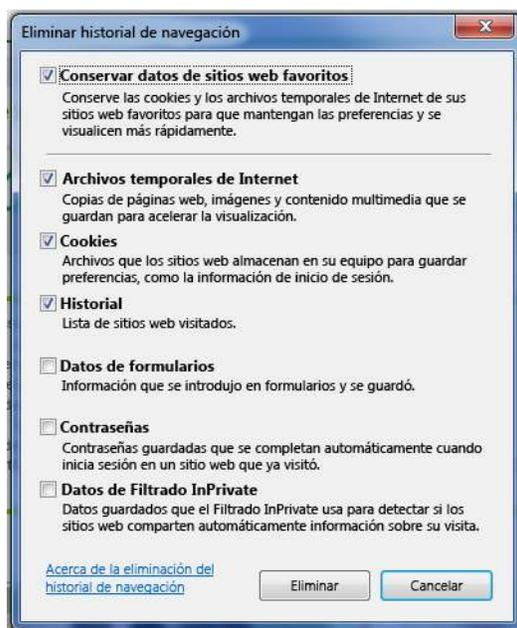
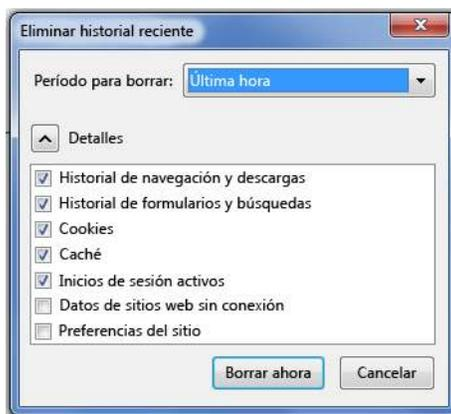

Figura 3-3 Eliminación del historial de navegación en Internet Explorer
Figura 3-4 Eliminación del historial reciente de Firefox
2. En el cuadro de diálogo que se abra (variará de un navegador a otro), deberá seleccionar una opción para borrar los archivos temporales de Internet o el "caché". Consulte los ejemplos de la Figura 3-3 y la Figura 3-4 en la página 3-44.